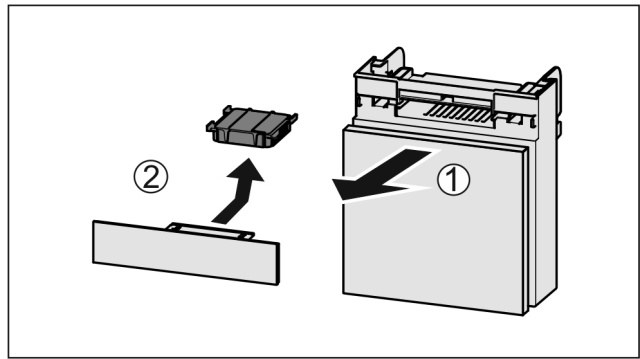

Fig. 81
- ▶ Extraire le compartiment par l'avant Fig. 81 (1).
- ▶ Sortir le filtre à charbon actif Fig. 81 (2).